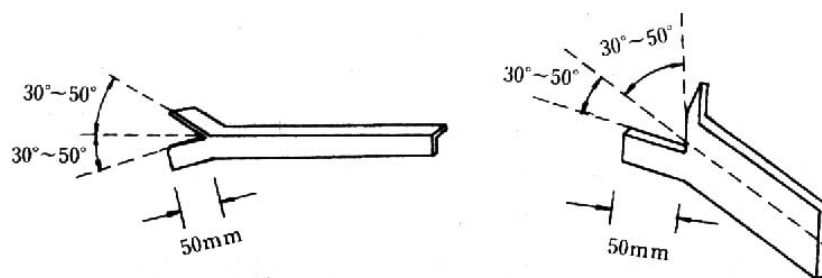

图5-19
3.3.4.2 导轨支架编号加工，且入墙部分的端部要劈开燕尾（图5-19）。